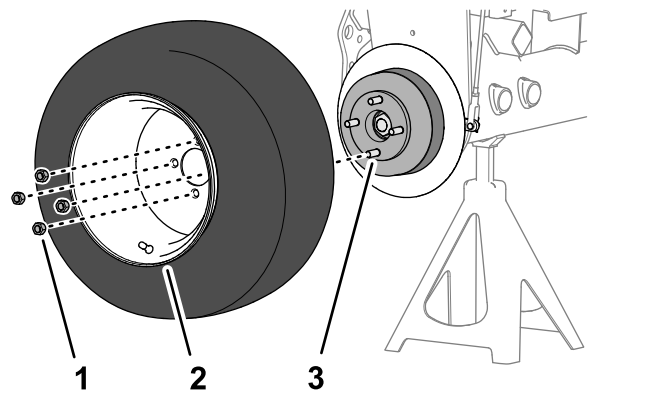

Figure 86
1. Fixez la roue sur le moyeu avec les 4 écrous de roue (Figure 86), et serrez les écrous à la main.